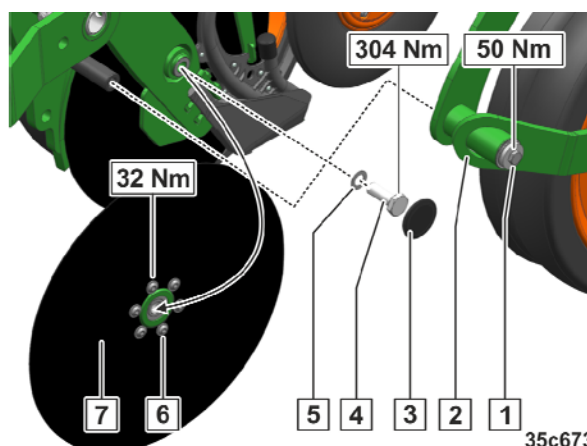

Fig. 311
1. Løsn og fjern bolten (Fig. 311/1).
2. Afmonter bærerulleholderen (Fig. 311/2) med bærerullen.
4. Fjern støvkapperne (Fig. 311/3).
5. Løsn og fjern centralboltene (Fig. 311/4).
6. Vær opmærksom på antallet af afstandsskiver (Fig. 311/5).
7. Afmonter pløjernsskiverne (Fig. 311/7).
8. Løsn og fjern forskruningerne på lejesædet (Fig. 311/6).